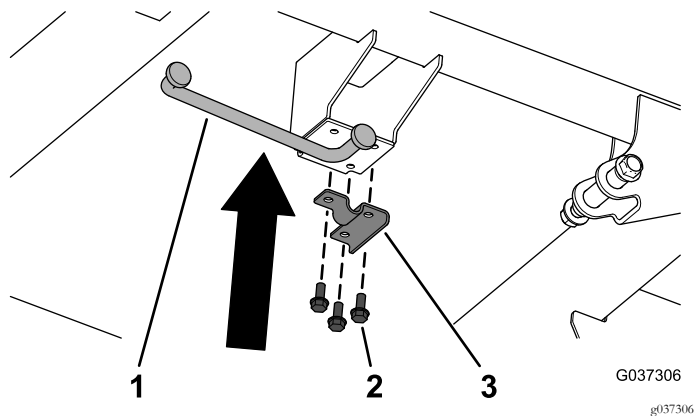

图8
7. 如图8所示用3个凸缘头螺丝5/16 x 3/4英寸将支撑杆U形架和支撑杆安装到钢制货斗上。